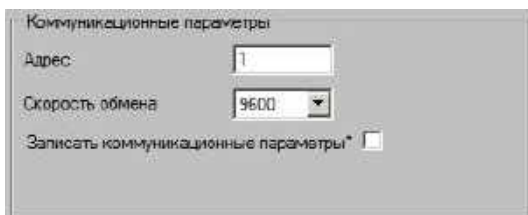

Рисунок 8.7 – Коммуникационные параметры
8.8 В поле **«Коммуникационные параметры»** (рисунок 8.7) задаются адрес и скорость обмена для доступа к блоку (по умолчанию блоку присвоен адрес 247 и скорость 19200 бод).